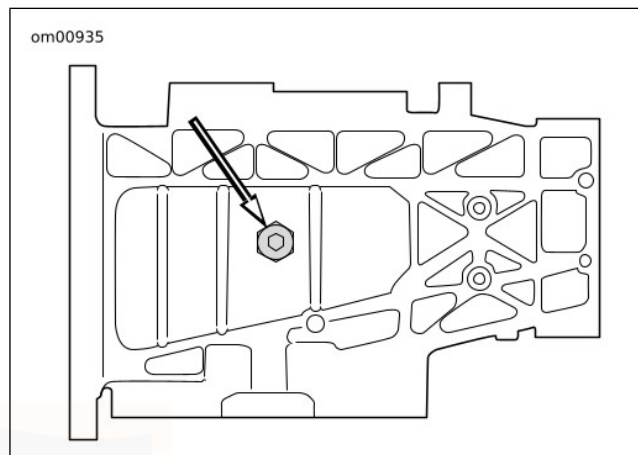

Figura 33. Tappo di scarico dell'olio del cambio (vista dal basso)
2. Vedere Figura 33. Rimuovere il tappo di scarico dell'olio del cambio e scaricare l'olio in un apposito recipiente.